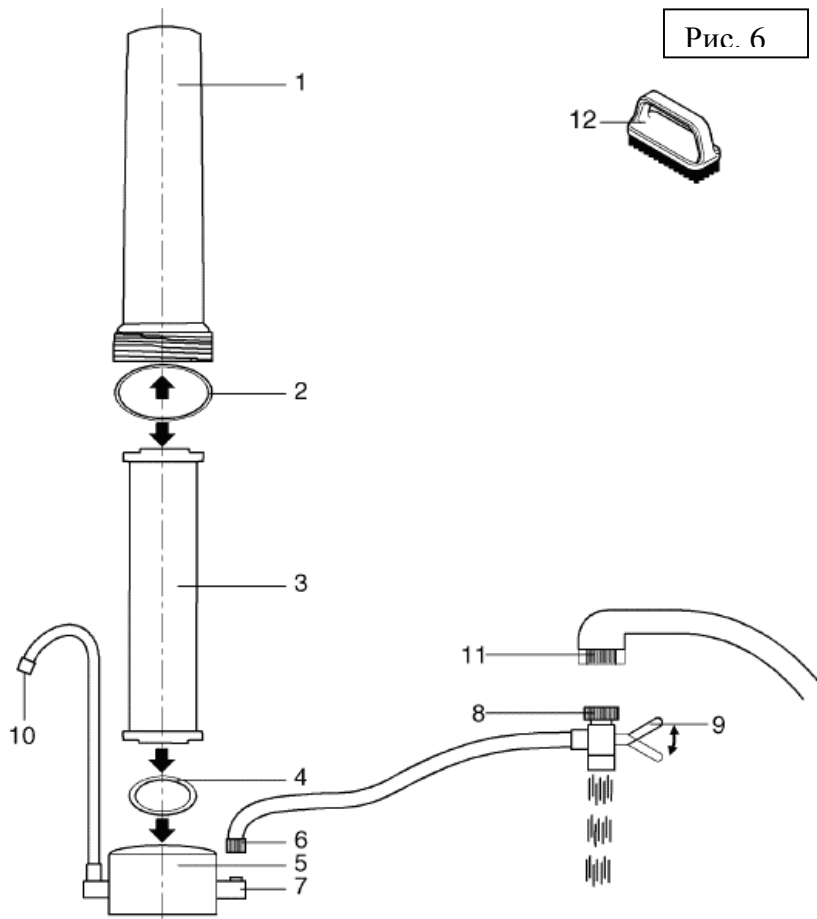

Рис. 6
11. Перечень деталей фильтра SEFI (Рис.6)